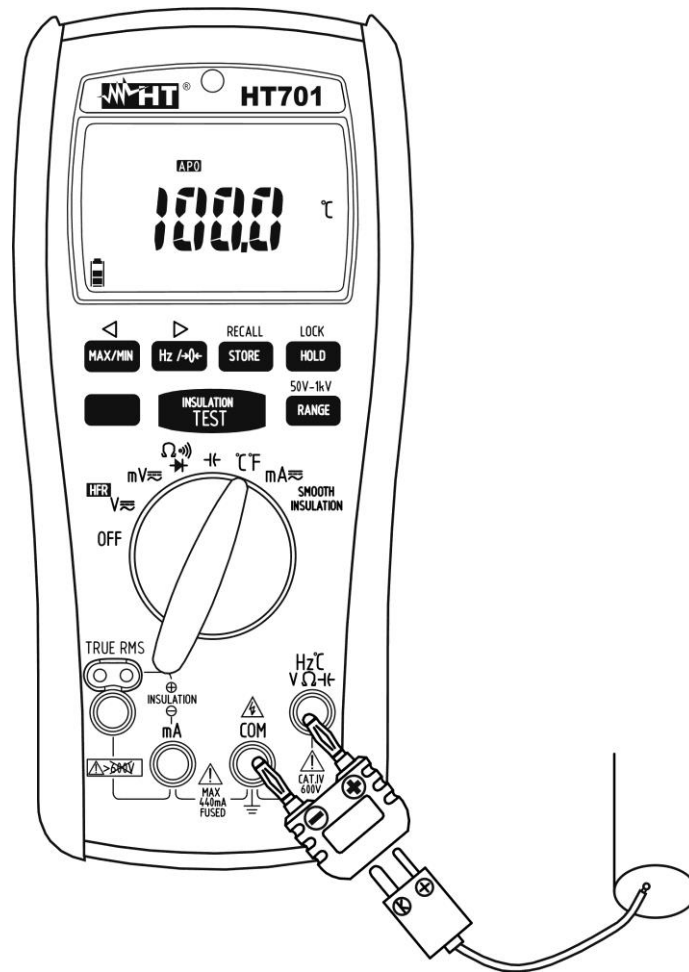

Fig. 9: Uso do instrumento para medir Temperaturas
3. Inserir o adaptador fornecido nos terminais de entrada **Hz°C/V/Ω/Hz** e **COM** respeitando as cores vermelho e preto presentes nos mesmos (consultar a Fig. 9)